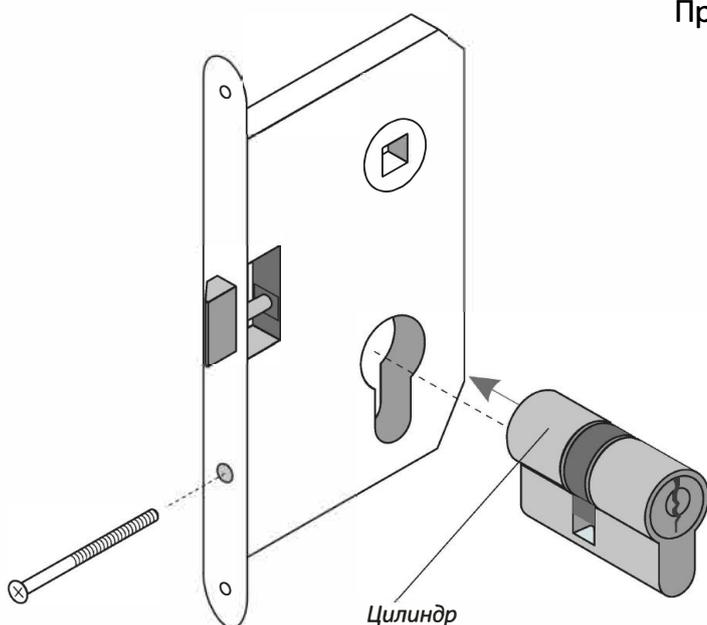

Рис. 13
- установите цилиндрический механизм (Рис. 13).